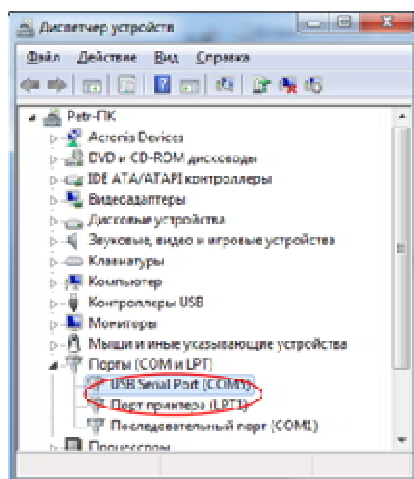

Рисунок 4
2.4.3 Откройте диспетчер устройств WINDOWS: «Пуск - Панель управления - оборудование и звук – устройства и принтеры - диспетчер устройств» (рис.4).